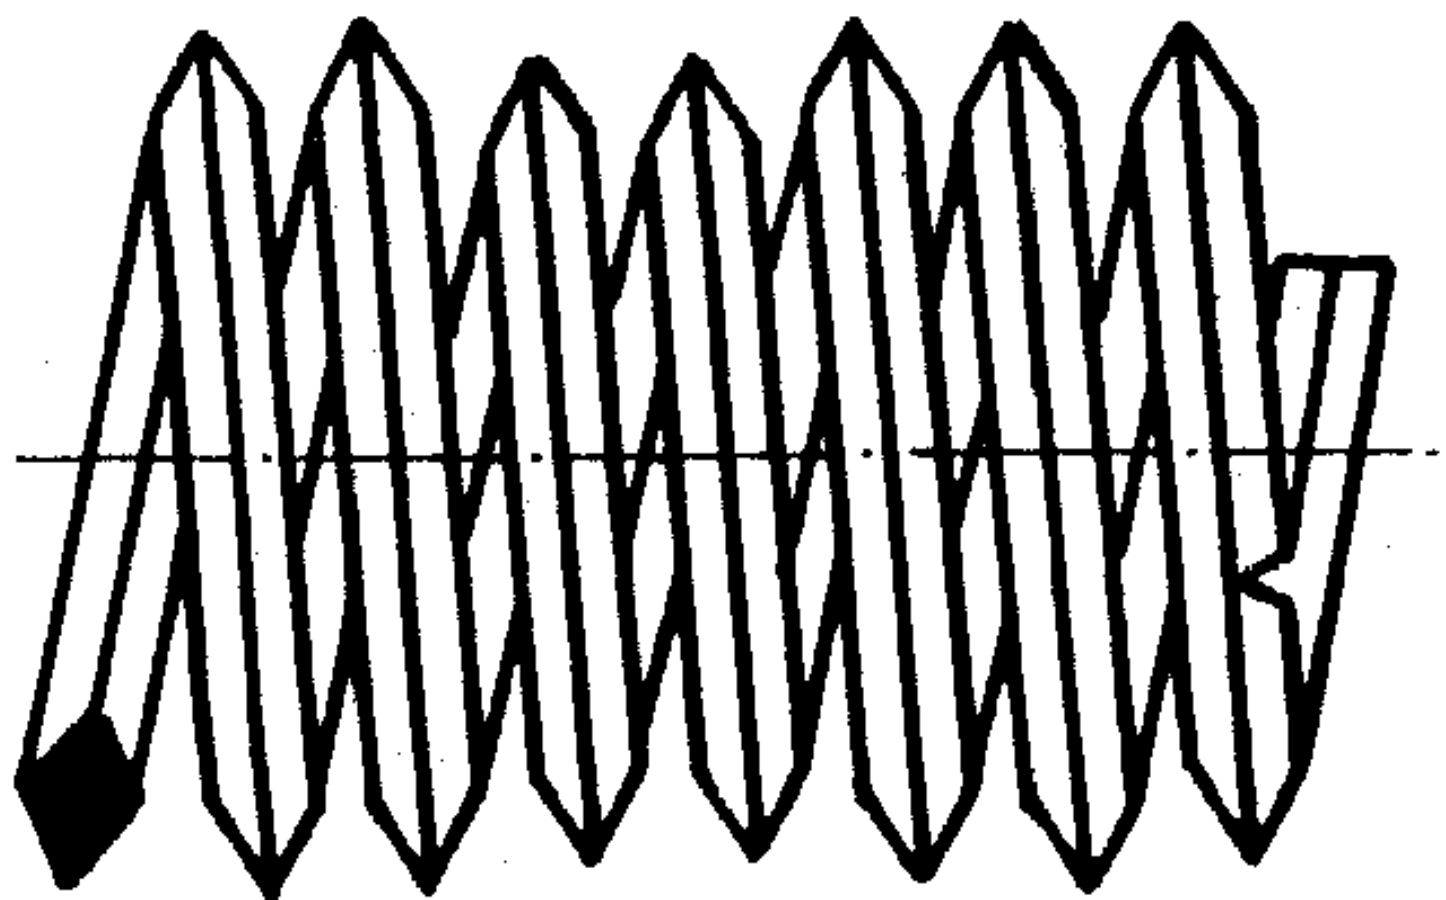
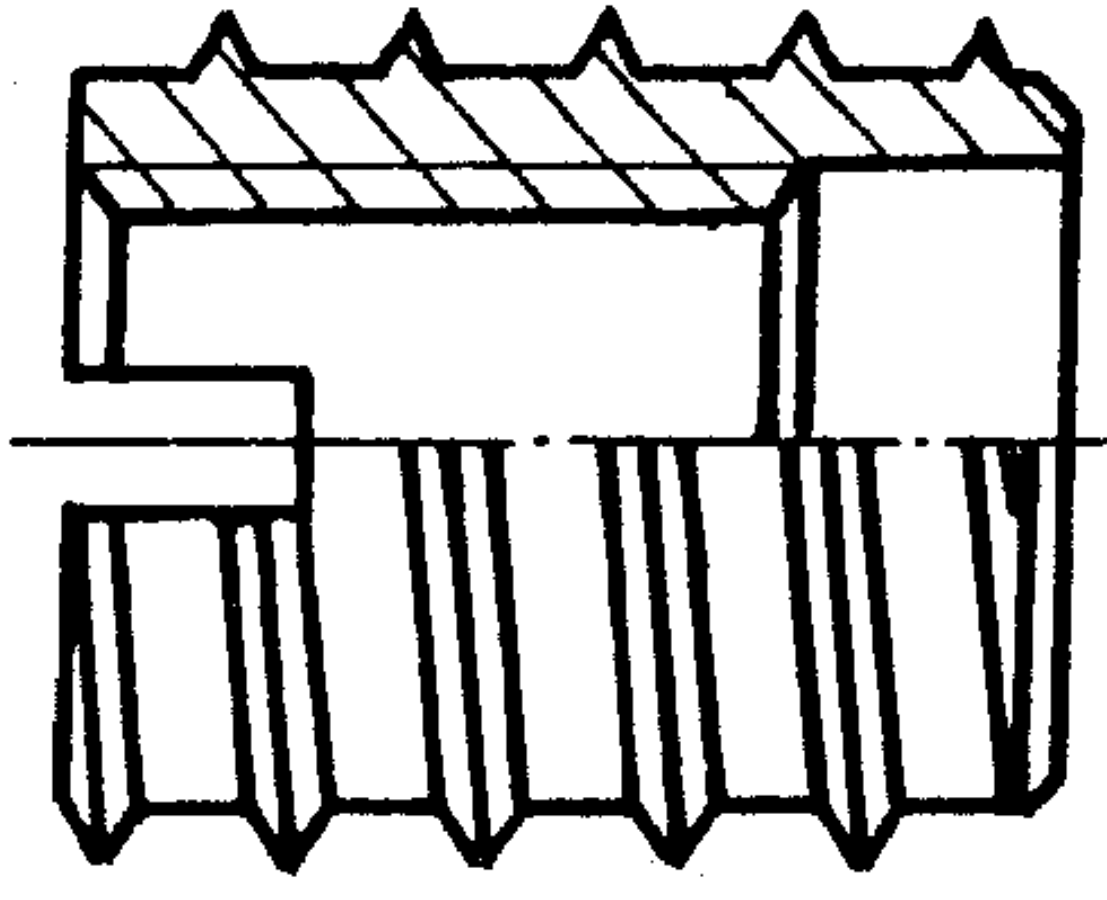

图 34
图 35
7.1 常用螺套有钢丝螺套(图 34)和整体式螺套(图 35)等,其画法与一般螺纹件的画法相同。钢丝螺套的画法见表 2 之 1,整体式螺套的画法见表 2 之 2。